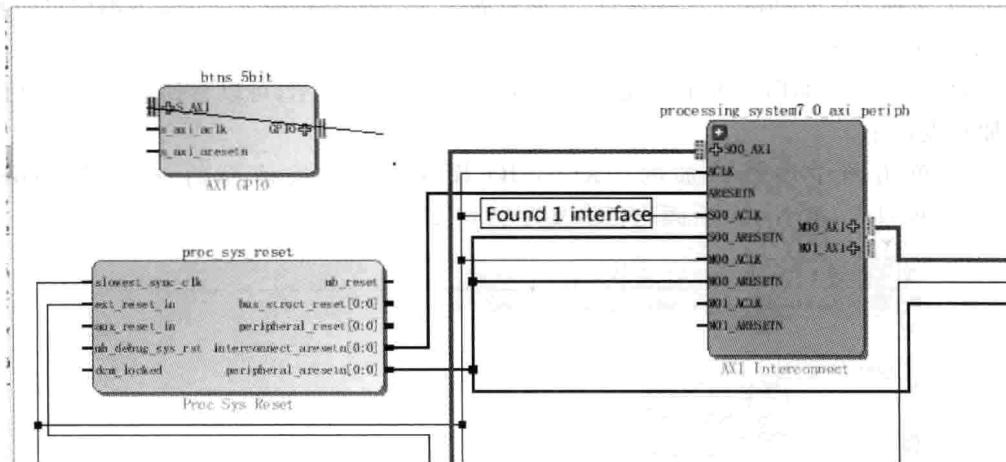

图 4.42 手工连接模块
(26) 单击 OK 按钮。
(27) 如图 4.42 所示,单击 btms\_5bit 模块符号内的 S\_AXI 端口,出现一个指针箭头,拖曳并一直按下左键。出现 Found 1 interface 消息,同时在 AXI Interconnect 的 M01\_AXI 端口右边出现一个勾,表示这是一个有效的连接端口。拖曳鼠标到这个端口,然后释放鼠标按键。此时 btms\_5bit 模块和 AXI 端口相连接。